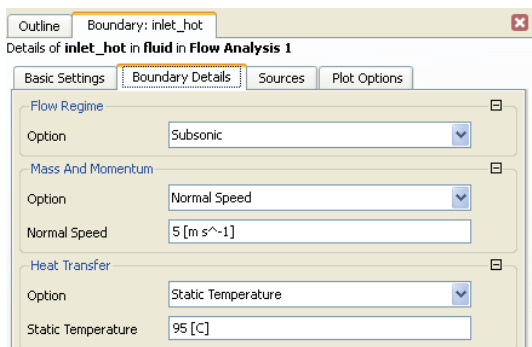

图 24-13 热水入口端流体参数
4) 在 Boundary Details 标签下, 设置 Mass and Momentum 下的 Option 为 Normal Speed, Normal Speed 的值为 $5[\text{m s}^{-1}]$, 并设置 Heat Transfer 的 Option 为 Static Temperature, Static Temperature 为 $95[\text{C}]$, 如图 24-13 所示, 单击 OK 按钮。